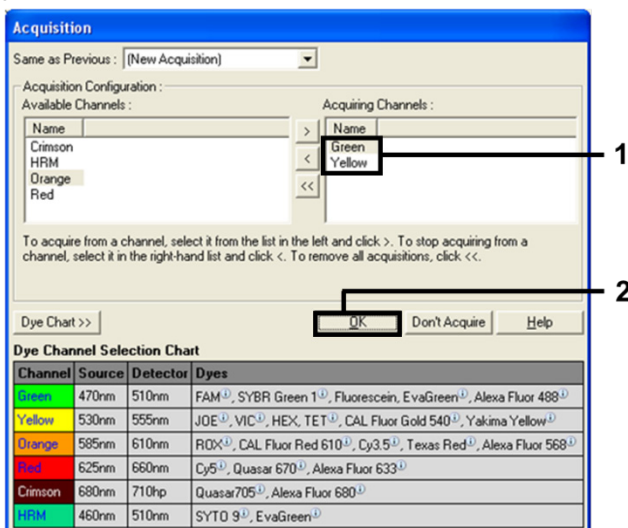

Figura 8. Acquisizione durante la fase di ciclaggio a 60°C.
10. Selezionare Green e Yellow dall'elenco Available Channels (Canali disponibili), quindi fare clic su > per spostarli nell'elenco Acquiring Channels (Canali di acquisizione). Fare clic su OK (Figura 8).